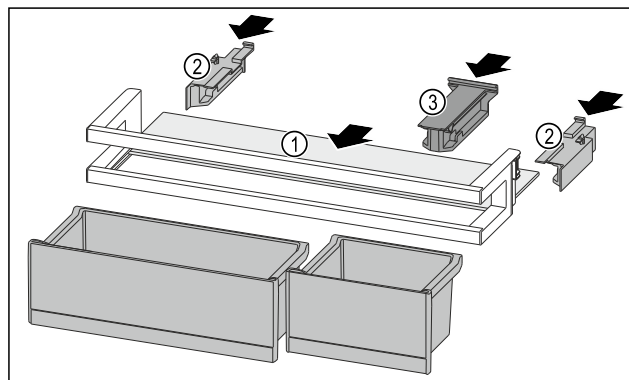

Fig. 267
- Abstellfläche Fig. 267 (1) in die seitlichen Aussparungen einschieben.
- Seitenteile Fig. 267 (2) einsetzen.
- Halteteil Fig. 267 (3) einsetzen.